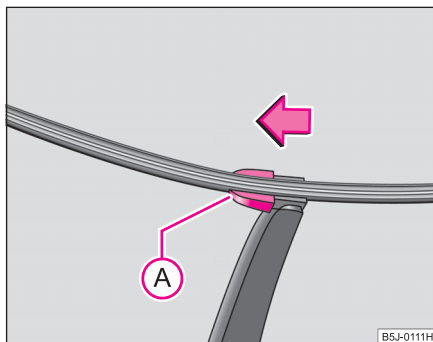

Fig. 44 Escobilla de la luneta posterior
- Separar el brazo de la escobilla del cristal y colocar la escobilla en posición perpendicular al brazo ⇒ fig. 44.
- Con la otra mano, desenclavar el seguro (A) en el sentido de la flecha y sacar la escobilla.